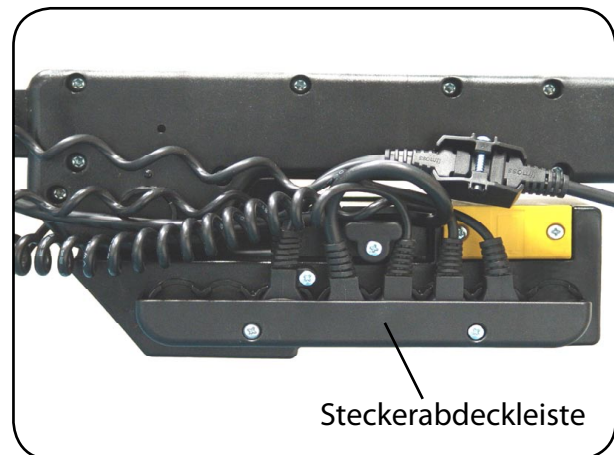

Abb. 6.2.06 - Steuerung mit Steckerabdeckkleiste
- Schrauben Sie die Steckerabdeckkleiste an der Steuerung an (Abbildung 6.2.06).